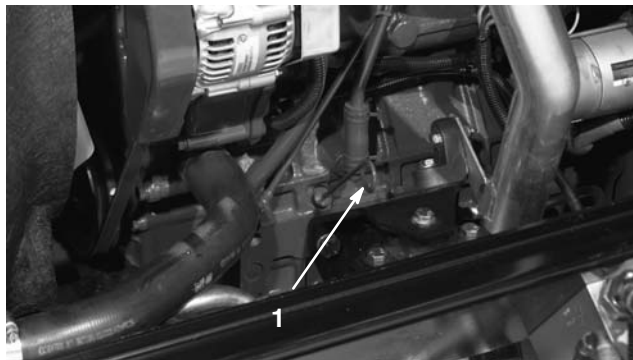

Figure 1
3. Sortez la jauge, essuyez-la sur un chiffon propre, remplacez-la dans le goulot de remplissage, puis ressortez-la. Le niveau d'huile doit atteindre le repère du plein (FULL) (Fig. 1).